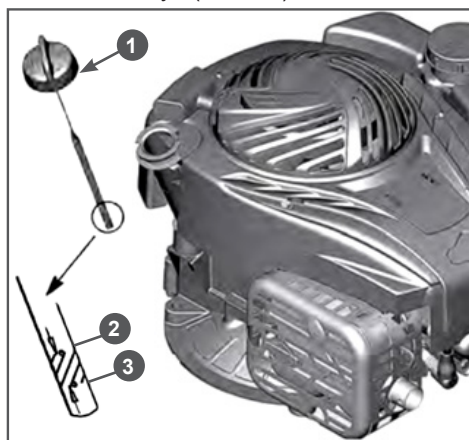

Рис. 12 Проверка уровня масла в картере двигателя
2. Поверните крышку-щуп 1 маслосазливной горловины против часовой стрелки (смотреть сверху) на 90° и извлеките щуп (Рис. 12).
5. Снова извлеките щуп и осмотрите его. Уровень масла должен соответствовать верхней отметке 2 на щупе (Рис. 12).
ливной горловины против часовой стрелки (смотреть сверху) на 90° и извлеките щуп (Рис. 12).
4. Снова извлеките щуп и осмотрите его. Уровень масла должен соответствовать верхней отметке 2 на щупе (Рис. 12).